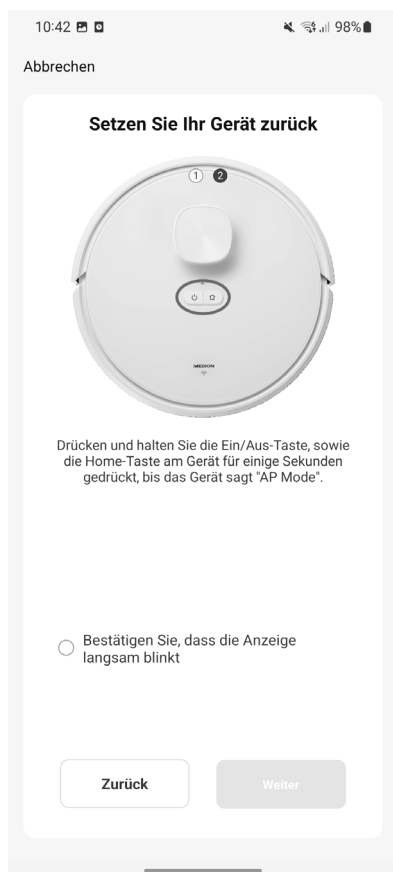

Abb. 5
- ▶ Halten Sie hierzu gleichzeitig  +  zeitgleich für einige Sekunden gedrückt. (s. **Abb. 5**).